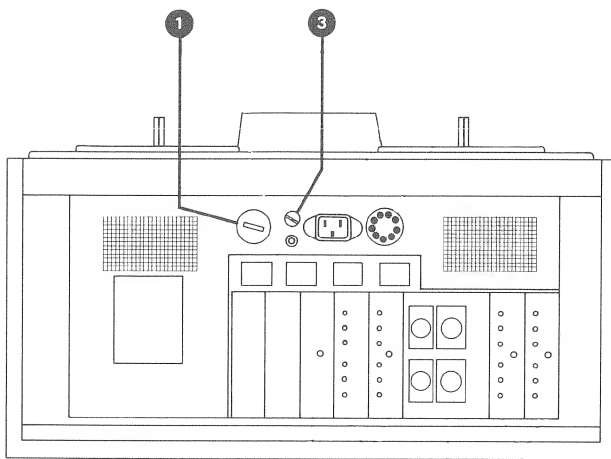

Fig. 1.5.-1
Primär-Sicherung: ③ (siehe auch Fig. 1.5.-1)